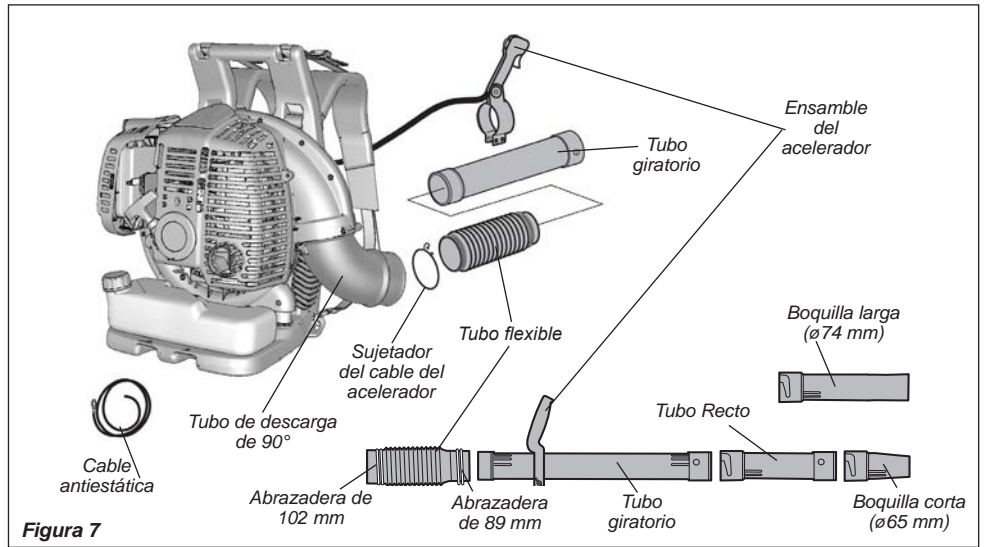

Figura 7
1. Coloque el soplador hacia arriba en el piso o en una superficie de trabajo robusta y observe la orientación de las piezas, como se muestra en la Figura 7.